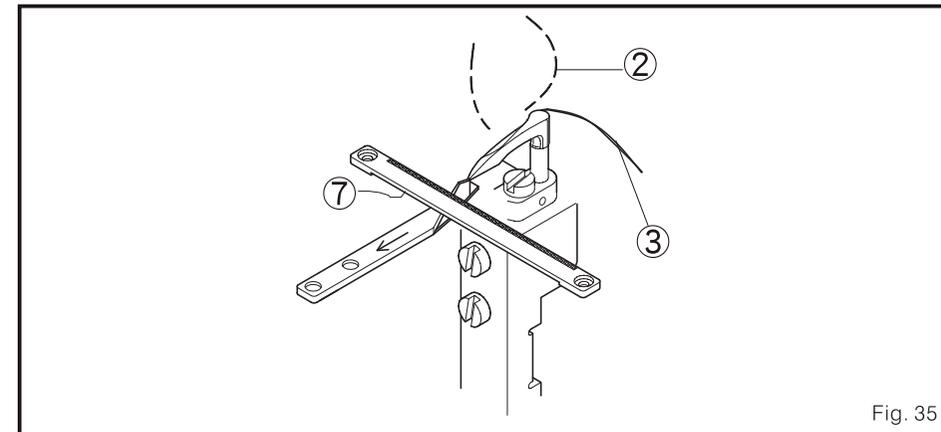

Fig. 35
4. Quando a faca móvel 1 se mova do fio da agulha, deve ser levado na primeira incisão 5, o fio do looper deve ser levado na segunda incisão 4, ambos dão para se encontrar na faca fixa 7 para formar a ação de textura, e são rebobinados. (Fig. 35)